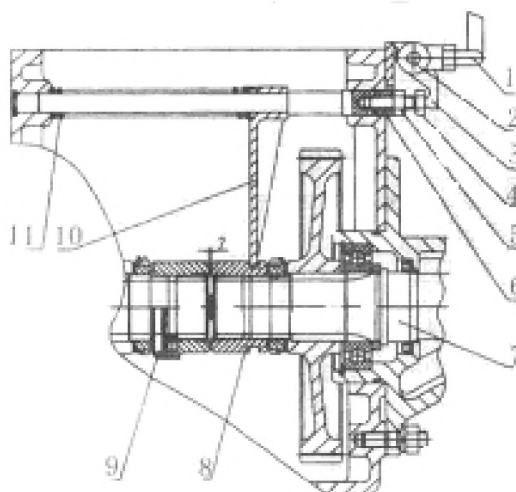

Рисунок 4-9. Устройство блокировки дифференциала.
Трактор серии ТУ оснащен устройством блокировки дифференциала зажимного типа (Рисунок 4-9). Устройство блокировки дифференциала состоит из рычага переключения дифференциала (1), рычага дифференциала (3), левого и правого зажима (8) (9), стопорящей пружины дифференциала (11), вилки дифференциала (10) и т.д. Устройство блокировки дифференциала является крайней мерой, если трактор не может преодолеть скользкую местность. Переключите рычаг, чтобы вилка вала передвинуть влево, сжать пружину, а вилка уйдет влево, чтобы задействовать левый и правый зажимы. Левая и правая полуоси соединены друг с другом. Если одна сторона буксует без энергии привода, часть вращающего момента, передающегося от центрального привода, переходит через устройство блокировки дифференциала на другую сторону с большим сцеплением. Это увеличивает силу привода и помогает трактору преодолеть скользкую местность.
Регулировка устройства блокировки дифференциала осуществляется при помощи болта (4) (рисунок 4-9) и гайки (5). Зазор между правым и левым зажимом должен составлять 2 мм. после регулировки. Подтяните болт, чтобы увеличить зазор и ослабьте, чтобы уменьшить зазор. После регулировки, зафиксируйте болт гайкой.